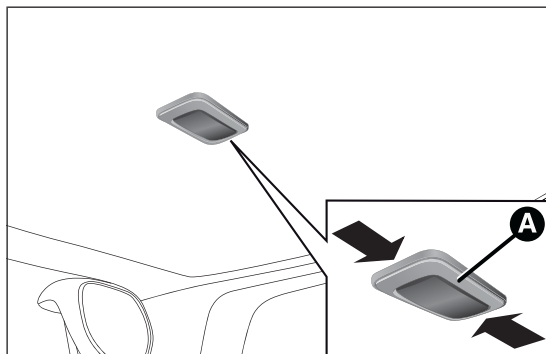

fig. 42
- ☐ actuar en el punto indicado por las flechas y retirar el plafón A fig. 42;
- ☐ volver a montar el plafón A fig. 42 introduciéndolo en su posición correcta, primero de un lado y, a continuación, presionando el otro hasta oír el "clik" de bloqueo.